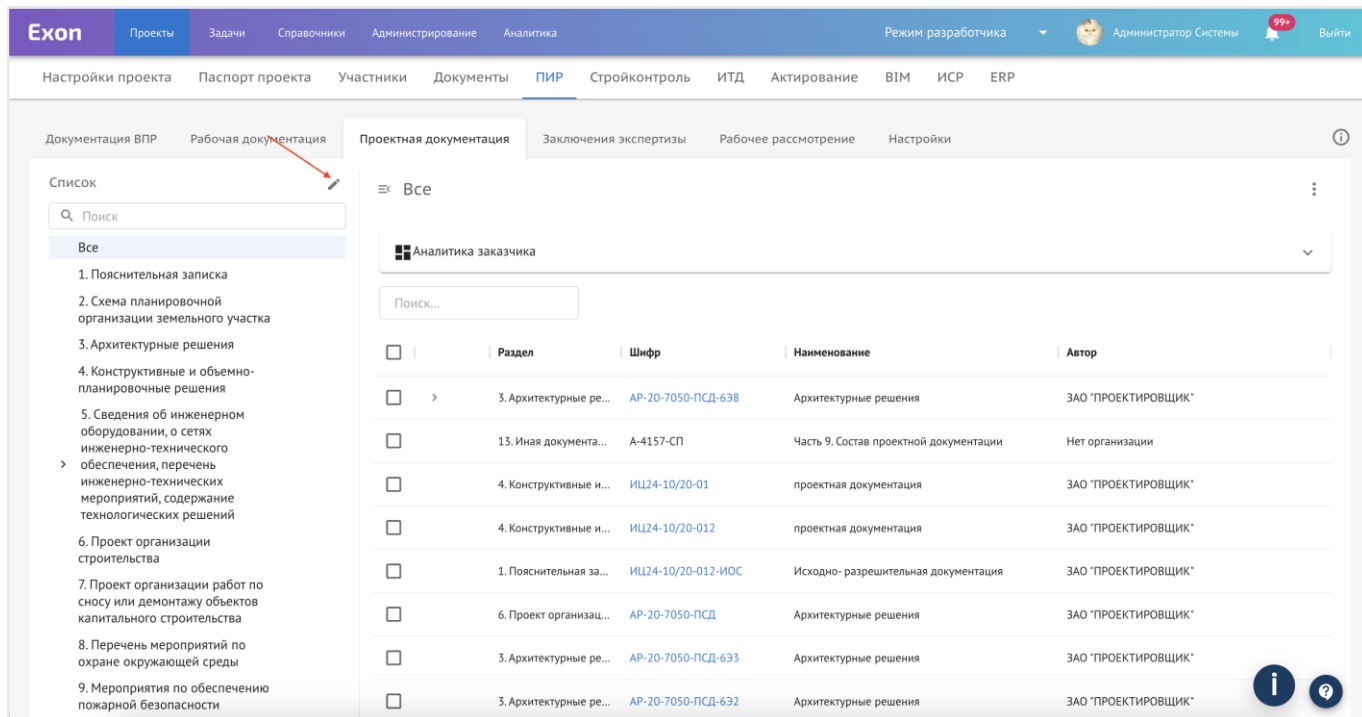

Рис. 51 - Карандаш для редактирования
1. Нажать на «Карандаш» в окне интерфейса вкладки проектная документация (рис. 51);